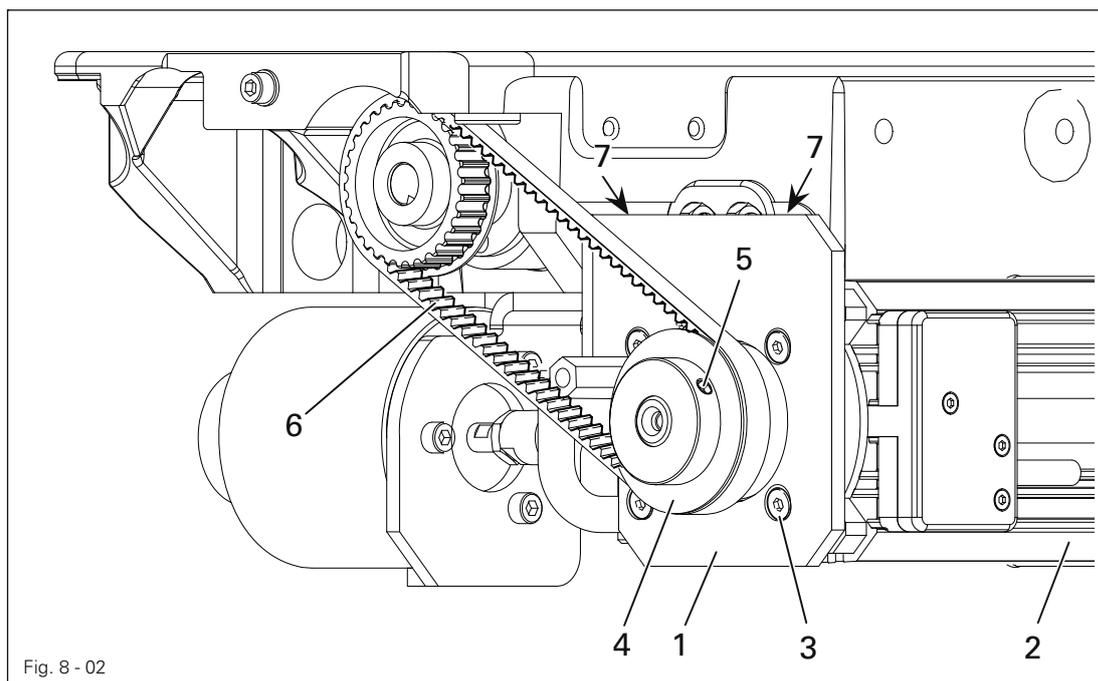

Fig. 8 - 02
- Visser la plaque-support 1, comme le montre la Fig. 8 - 02, au moteur 2 par les vis 3.